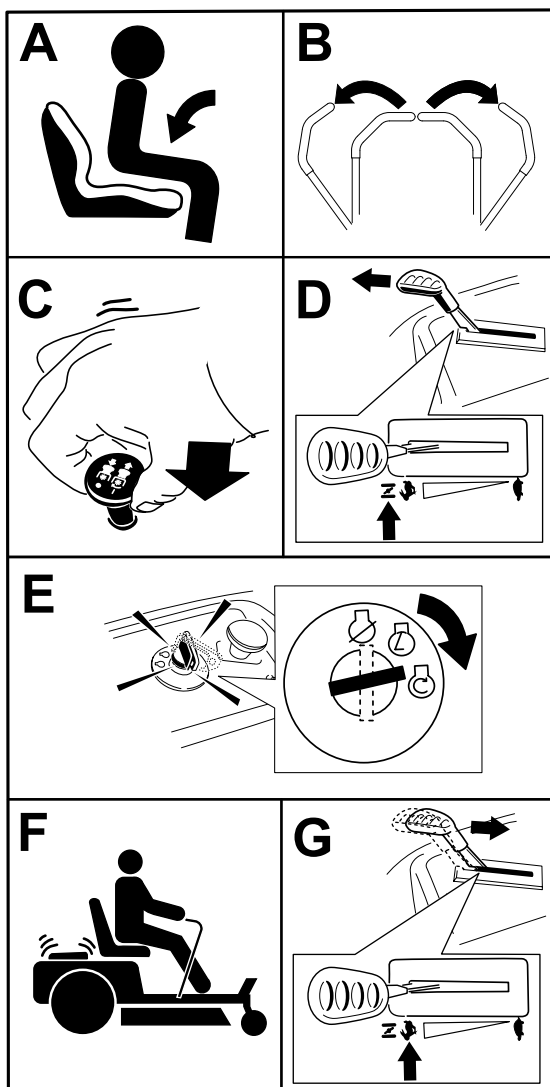

Рисунок 24
Примечание: Если необходимо, при попытке запуска двигателя удерживайте рычаг прижатым к упору в положении «воздушная заслонка» (Рисунок 24).
1. Выключите ножи, переместив переключатель управления ножами в положение ВЫКЛ (Рисунок 24).